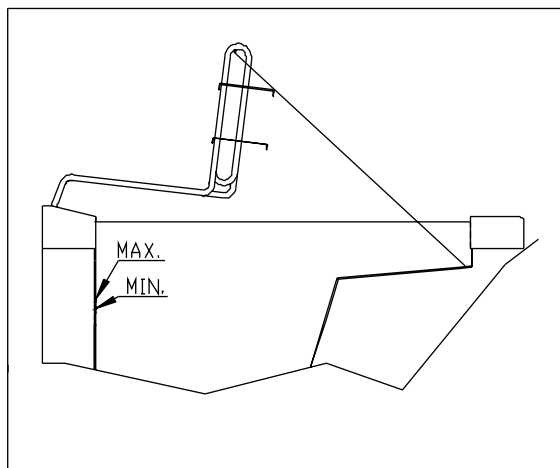

Fig. 4
- c) Reponer el aceite siempre que éste llegue al nivel MINIMO (Fig. 4).
- a) Asegurarse de que la cuba esta llena de aceite, hasta el nivel MAXIMO (Fig. 4).
Antes de efectuar la limpieza de la cuba, hay que evacuar primero los cestillos, la rejilla y el soporte de los cestillos. A continuación se procederá a girar las resistencias, elevándolas por la parte anterior y bloqueándolas con la barra de bloqueo (Fig. 4).